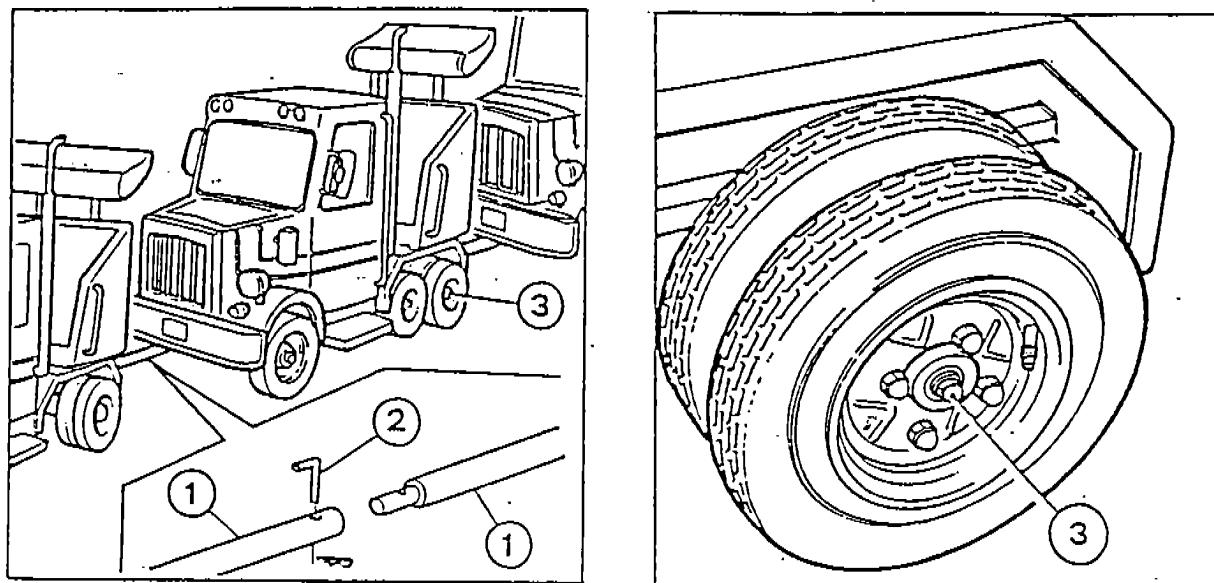

Fig. 13
- d) Connect the trucks by the halfbars (1-Fig. 13) and lock them by the pins (2-Fig. 13).
- e) Lock the cup nut (3-Fig. 13) to avoid clutch disk skidding.
During the ride disassembling is necessary to unlock the cup nut (3-Fig. 13) to be able to move the trucks.
- d) Collegare tra loro i veicoli usando le semibarre (1-Fig. 13) e bloccare con le spine (2-Fig. 13).
- e) Bloccare il dado cieco (3-Fig. 13) in modo da evitare lo slittamento del disco frizione.
In fase di smontaggio della giostra per poter rimuovere a mano i soggetti è necessario allentare il dado cieco (3-Fig. 13).